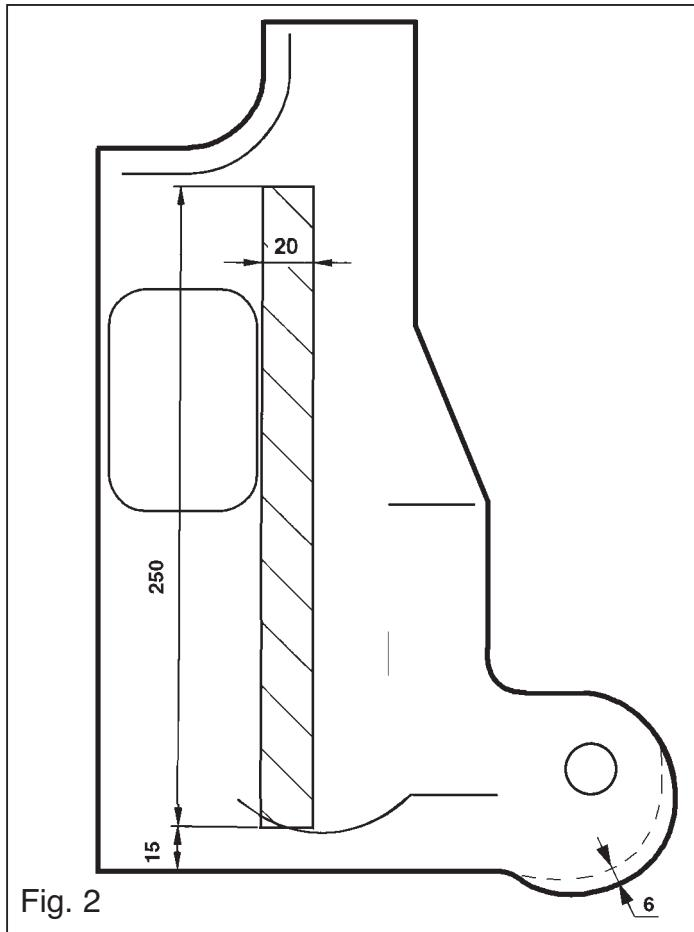

Fig. 2
1. Wyciąć szablon, a następnie przyłożyć go od zewnętrznej strony zderzaka z lewej strony, i wyciąć wskazany element (patrz rys 1).Z lewej i prawej strony od spodu zdemontować obudowę przykrywającą, która jest wykonana z tworzywa sztucznego. Z lewej strony obudowy wyciąć element pokazany na rys 2. Według rys.2 odciąć z jednej i drugiej obudowy przykrywającej element wielkości 6mm.